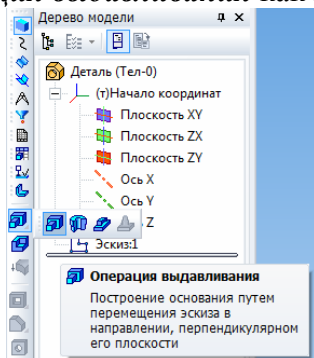

Рис. 2.4. Выбор кнопки **Операция выдавливания**
3. Необходимо в вкладке **Редактирование детали**  выбрать кнопку **Операция выдавливания** как на рис. 2.4